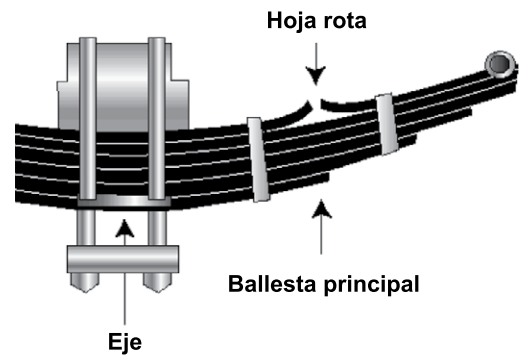

Figura 2.3
- En cualquier ballesta, hojas que falten o estén rotas. Si falta $\frac{1}{4}$ o más de las hojas, pondrá al vehículo “fuera de servicio”, pero cualquier desperfecto puede ser peligroso. Vea la Figura 2.3.